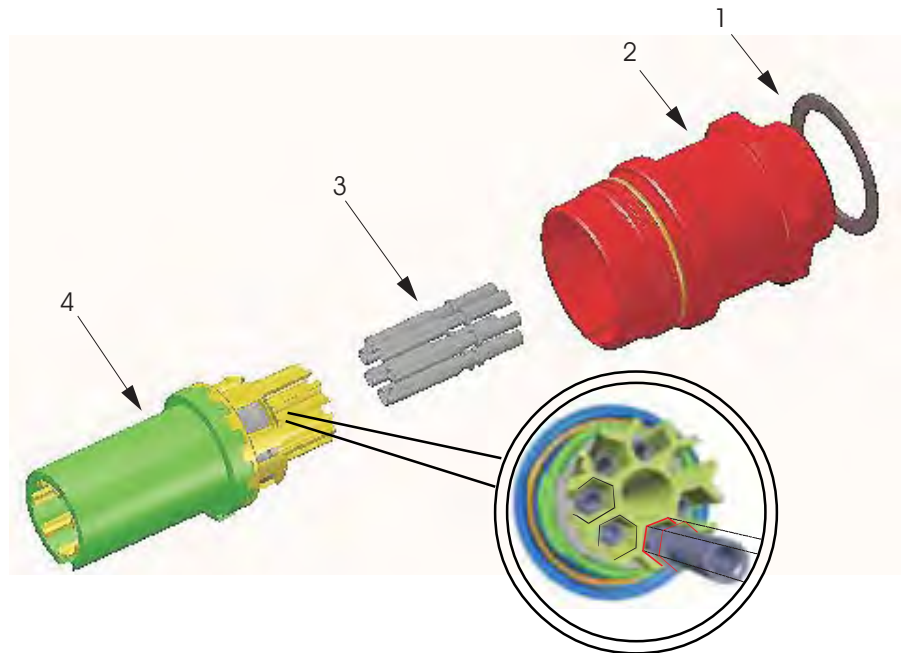

Fig. 10.2 Anschlussader ancrimpen
2. Leiter in die Anschlussöffnung der Steckbuchsen (3) stecken.
3. Alle Leiter mit der Crimpzange (-> Zubehör) ancrimpen (Fig. 10.2) oder